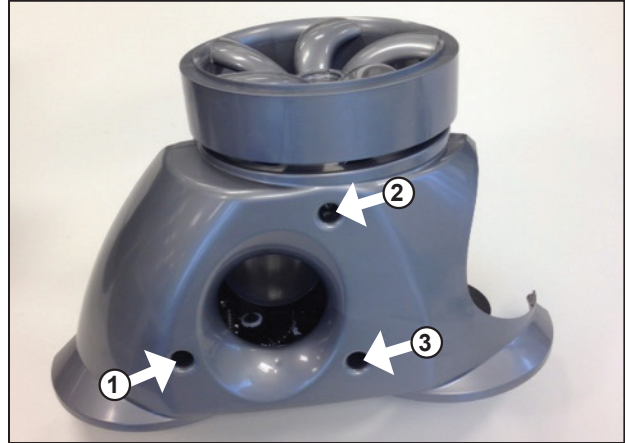

Figure 15. Retirer les trois (3) vis
2. Desserrer les trois (3) vis de la sous-face de l'ensemble de remis à neuf (Figure 15). Retourner le nettoyeur pour faire tomber les vis.